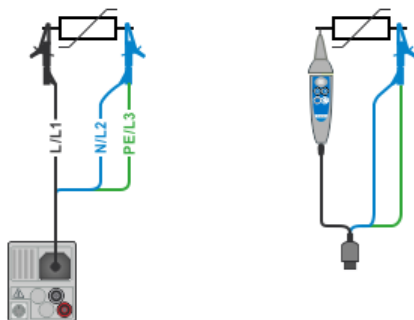
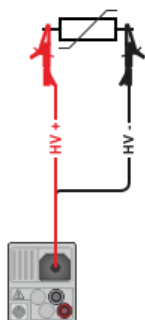

Abbildung 7.15: Anschluss der 3-adrigen Prüfleitung ( $U_N \leq 1 \text{ kV}$ )
Abbildung 7.16: Anschluss der 2,5 kV Prüfleitung (Messbereich: 2500 V)
- › Schließen Sie die Prüfleitungen am Prüfling an (siehe **Abbildung 7.15** und **Abbildung 7.16**).